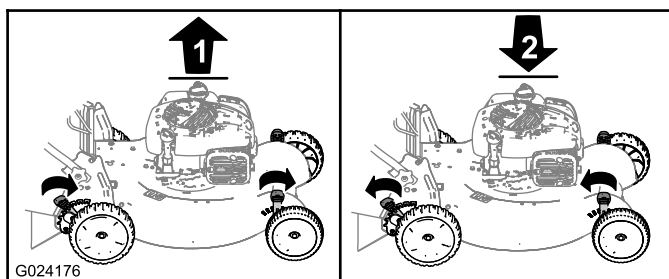

Figure 9
**Remarque:** Pour élever ou abaisser la machine, déplacez les leviers de hauteur de coupe comme montré à la Figure 9.